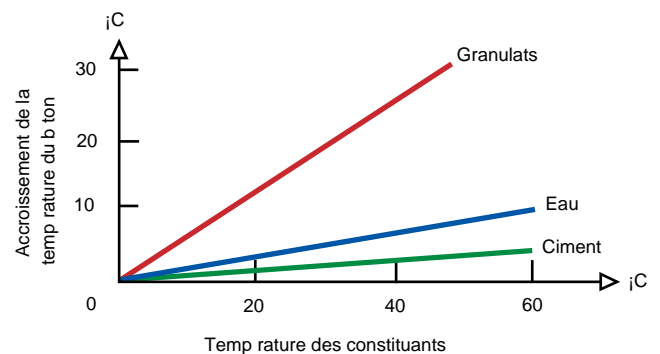

Figure 1 : accroissement de la température du béton en fonction de celle des constituants.
- une augmentation de 10 °C des granulats élève de 7 °C la température du béton (figure 1).